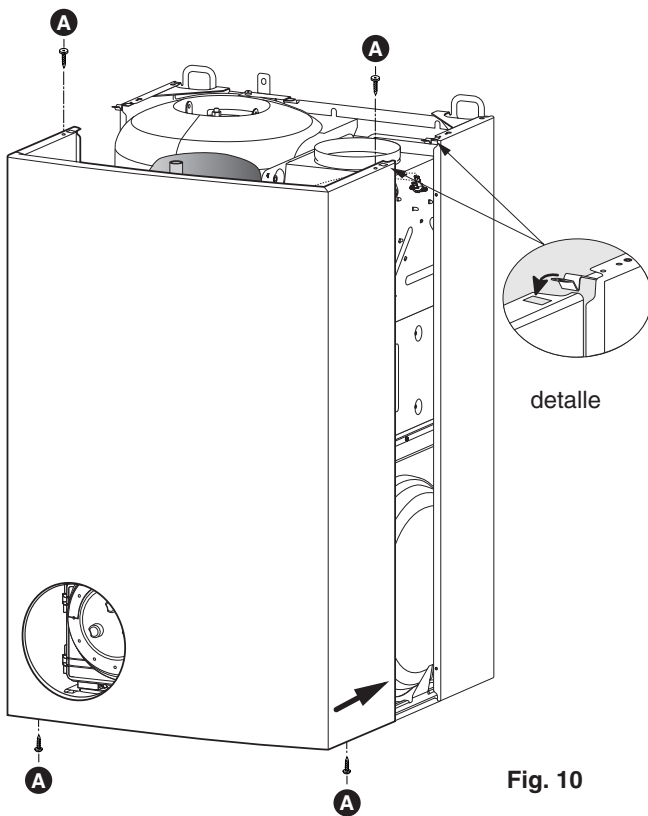

Fig. 10
- desenganchar los clips (detalle - fig. 10)
- presentar la carcasa (fig. 10)